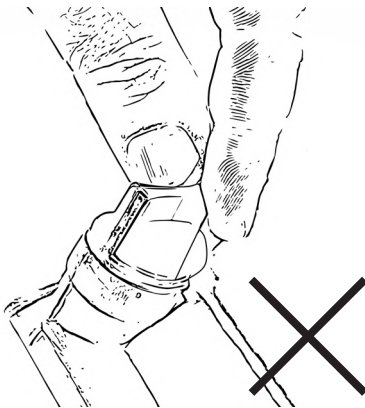

Abbildung 4
Niemals Öleinfüllstopfen mit verbundenen Messstab beim Ablesen des Ölstands in das Gewinde drehen. Das führt zu einem falschen Messergebnis, Abb. 4.
- Tauchen Sie den Messstab vollständig in das Öl ein. Drehen Sie **niemals** den Messstab in das Gewinde, Abb. 4.